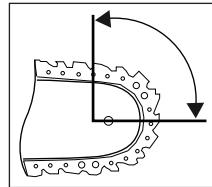

Abb. 1
- Eine Berührung mit der Schienenspitze kann in manchen Fällen zu einer unerwarteten, nach hinten gerichteten Reaktion führen, bei der das Schwert **16** nach oben und in Richtung der Bedienerperson geschlagen wird (siehe Abb. 1).